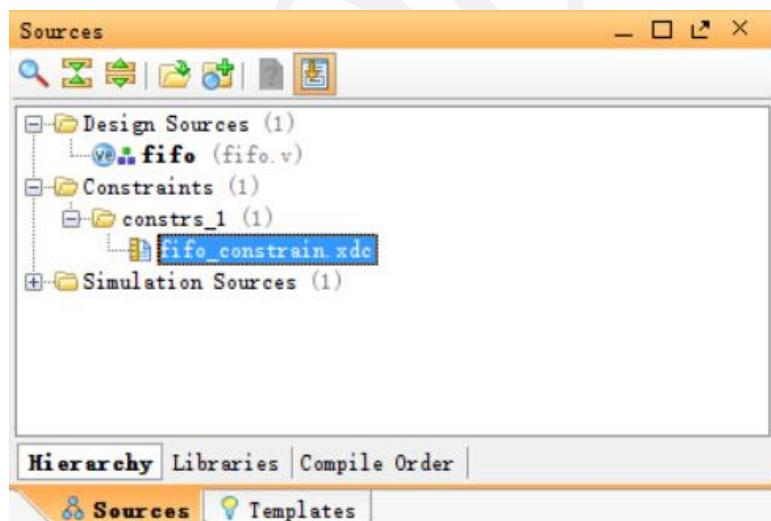

图 5-1-18 展开约束文件 fifo_constraint.xdc
(1) 在资源窗口 sources 中，可以通过双击查看设计文件 fifo.v。
(2) 在资源窗口 sources 中，展开约束文件夹，如图 5-1-18 所示，然后双击打开 fifo_constraint.xdc 进入文本编辑模式：